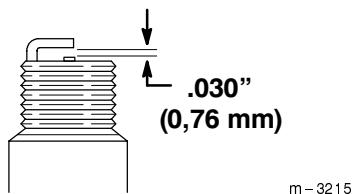

Figure 16
6. Réglez l'écartement des électrodes de la bougie neuve à 0,76 mm (Fig. 16).